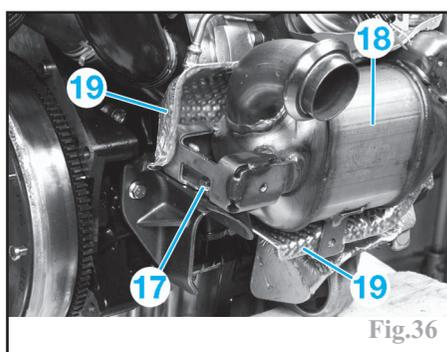

Fig.36
-les vis (11).
-la vis (12).
-l'écran thermique (13).
-le palier de transmission (14).
-l'écran thermique (15).
-la vis (16).
-la vis (17) (Fig.36).
-le précatalyseur (18).
-l'écran thermique arrière (19).